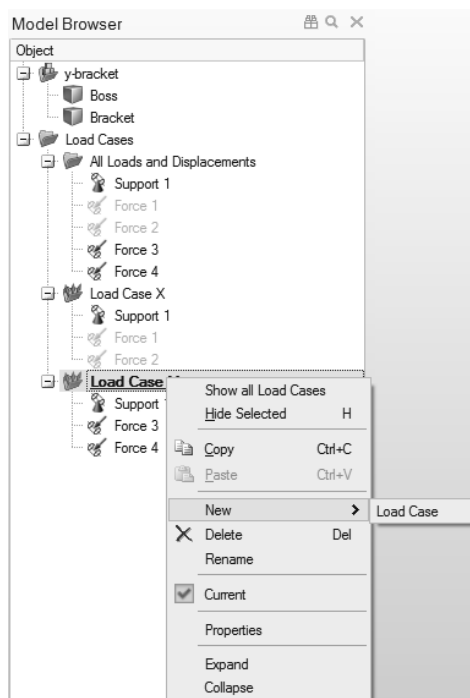

图 5-21
1) 在模型浏览器中，右键单击 Load Case Y 并选择 New→Load Case，如图 5-21 所示。